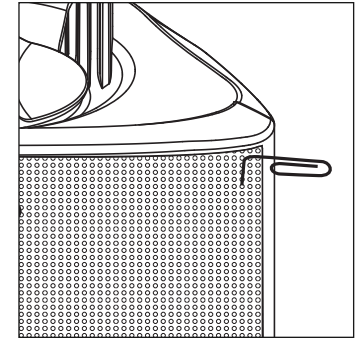

FIGURE 5: Retirez la grille en utilisant un trombone.
1. Retirez d'abord les boutons des supports et les supports. Retirez ensuite la grille en l'accrochant délicatement avec un trombone replié et le retirant doucement de l'enceinte [figure 5].